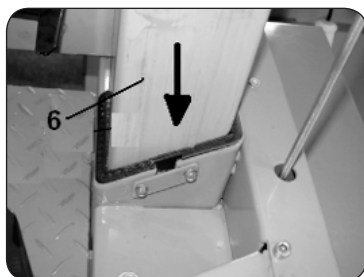

Figura 13
3. Empuje la cortadora, cuando la columna cortadora (6) esté en una posición insertada. Puede desaguar el aceite hidráulico. (Figura 13)